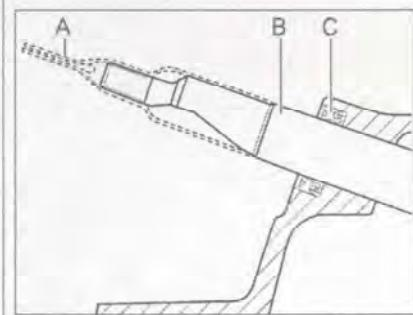

Рис. 7.226. Установите втулку №01E 311 120 (A) на вал переключения передач (B).
104. Установите втулку №01E 311 120 (A) на вал переключения передач (B) (рис. 7.226).